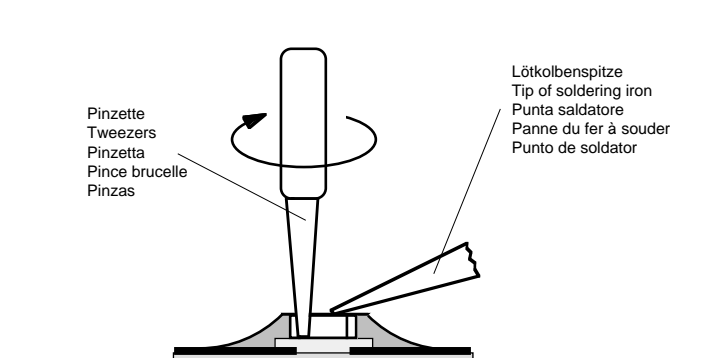

Fig. 2
2. step: Warm up the ends of the CHIP or the whole CHIP component and remove the CHIP from the adhesive by turning it without application of force so that the tracks beneath the CHIP do not break (Fig. 2).
2. Chauffer légèrement les contacts externes du composant CMS ou le composant lui-même. Retirer ce dernier avec précaution en le tournant afin d'éviter un arrachement des circuits imprimés situés sous le composant (Fig. 2).
Segundo paso: Calentar los extremos o todo el CHIP y girarlo con las pinzas. No hacer fuerza para que la placa de circuito impreso no resulte dañada. Cuidar de que las pistas situadas debajo del CHIP no se suelten de la placa, ya que éstas también están pegadas (Fig. 2).